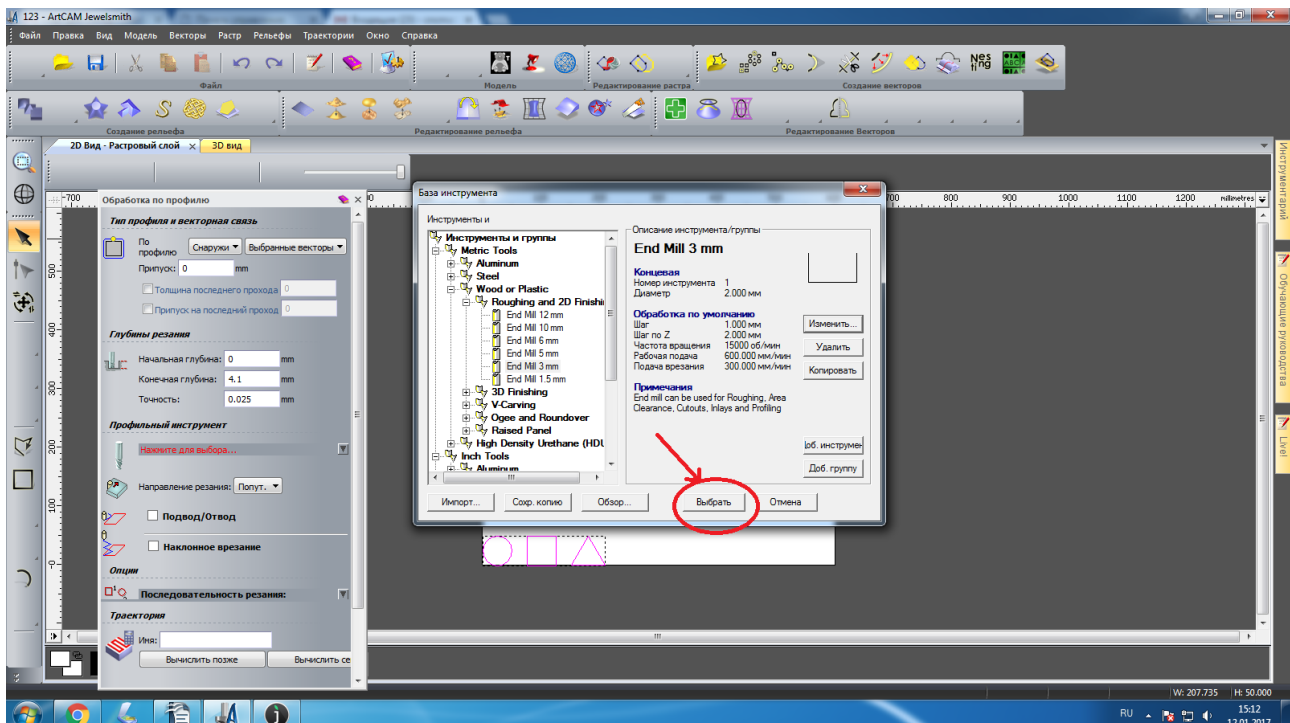

Рисунок 43. Выбираем профильный инструмент.
45. Нажмите кнопку «выбрать», чтобы выбрать профильный инструмент, в который мы внесли изменения, рисунок 43